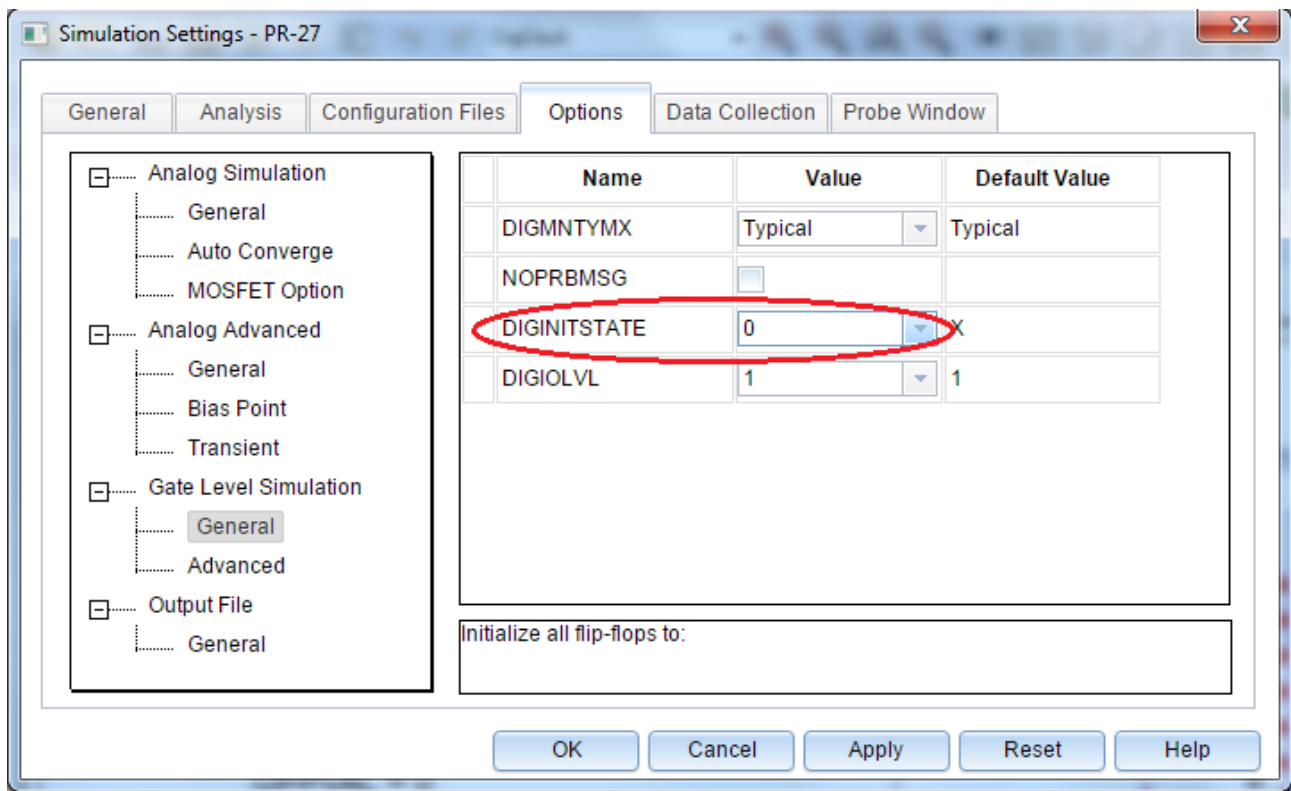

Рис. 17.6. Установка нулевого состояния цифровых схем
2. Перейдите на вкладку Options и выберите категорию Gate Level Simulation> General. Установите начальное значение цифровых схем нулевым: DIGINITSTATE = 0 (рис. 17.6). Закройте профиль моделирования.